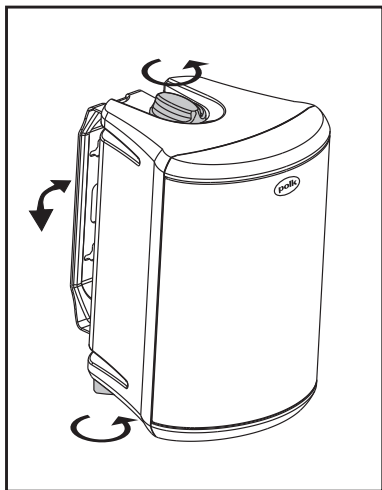

FIGURE 14
- Once the speaker is mounted, the bracket knobs can be loosened to "aim" the speaker, and then hand-tightened to keep the speaker angled correctly [figure 14].
- Une fois l'enceinte installée, les boutons du support peuvent être desserrés pour orienter l'enceinte puis resserrés à main pour garder l'enceinte correctement et solidement orientée [figure 14].
Attach and remove the speaker from the permanently secured bracket by tightening and loosening the bracket knobs (as shown in figure 14).
Pour une installation plus solide, vissez le support directement dans un montant portant du mur. Enfoncez les vis solidement à travers la partie rétrécie des fentes en trou de serrure et dans le montant. Ne laissez pas les têtes de vis dépasser. Montez ou dégagez l'enceinte en serrant ou desserrant les boutons du support (figure 14).